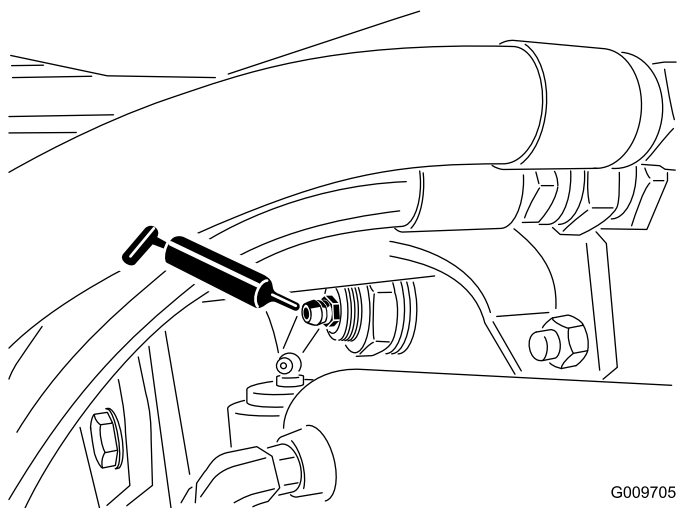

Figura 76
- Boccole orientabili dell'assale posteriore (2) come illustrato nella Figura 76